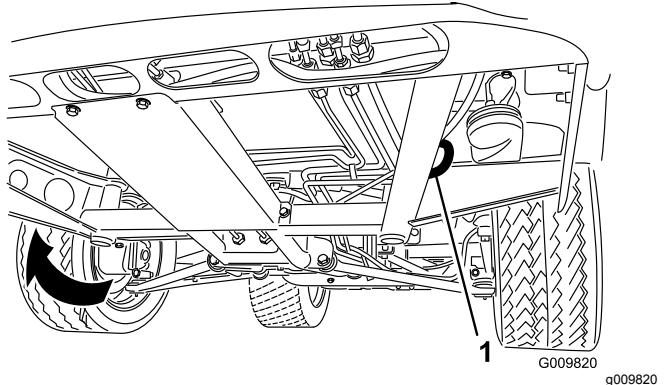
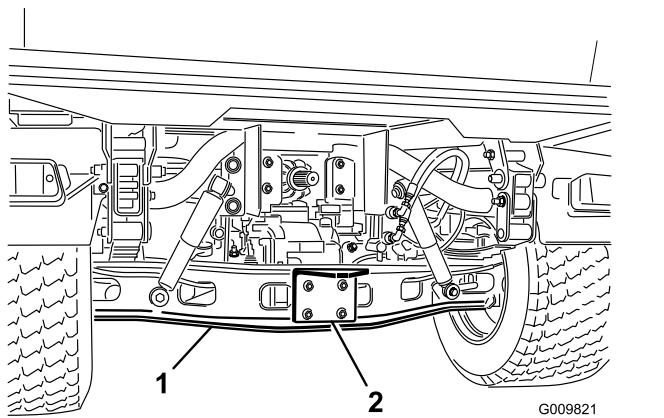

Figura 16
Figura 17
Consulte en Figura 16 y Figura 17 la ubicación de los puntos de amarre de la máquina.
1. Conecte un cable de remolque al punto de remolque, en la parte delantera del bastidor de la máquina (Figura 16).